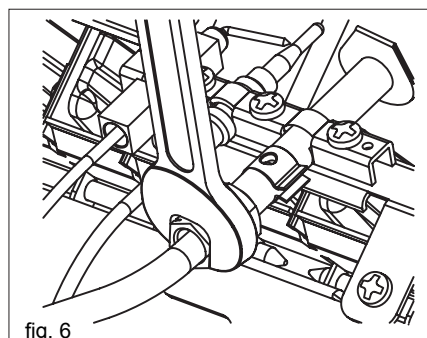

fig. 6
- scollegare il tubetto fiamma pilota (fig. 6)